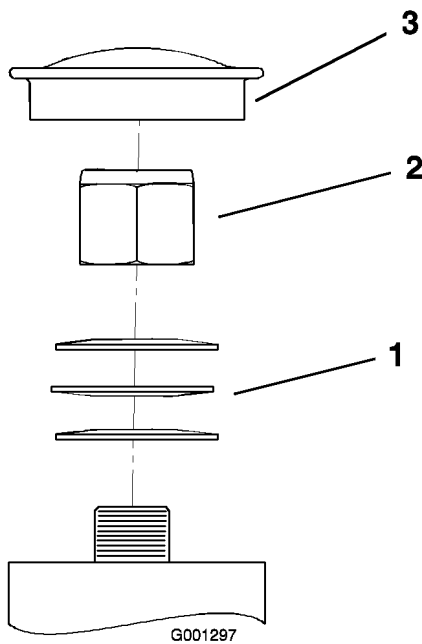

Bild 51
3. Entfernen Sie den Staubdeckel vom Laufrad und ziehen Sie die Sicherungsmutter an (Bild 51).
4. Ziehen Sie die Mutter so weit an, bis die Federscheiben flach sind. Drehen Sie dann 1/4 Drehung zurück, damit Sie die Vorlast korrekt auf die Lager verteilen können (Bild 51).
Wichtig: Achten Sie darauf, dass die Federscheiben korrekt wie in Bild 51 dargestellt eingesetzt sind.
5. Montieren Sie den Staubdeckel (Bild 51).